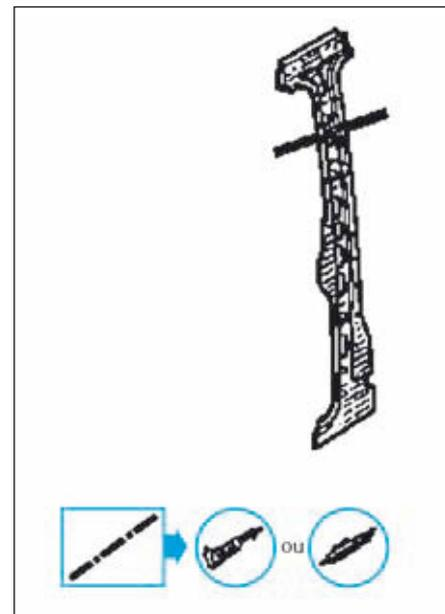
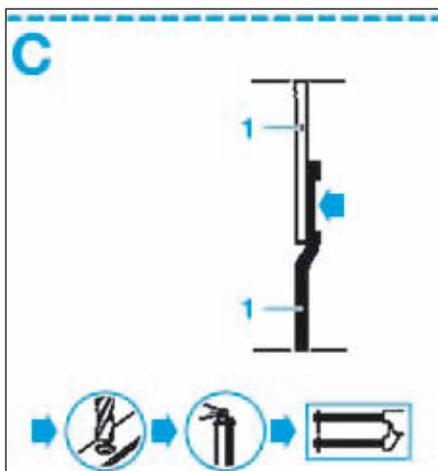

FIG.47
FIG.49
- Tracer puis découper la doublure du pied arrière de cabine (Fig.47), (Fig.48) et (Fig.49).
- Tracer puis percer à l'aide d'un foret pour un soudage ultérieur par points (Fig.47), (Fig.48) et (Fig.49).
- Souder par points électriques (Fig.48) et (Fig.49).